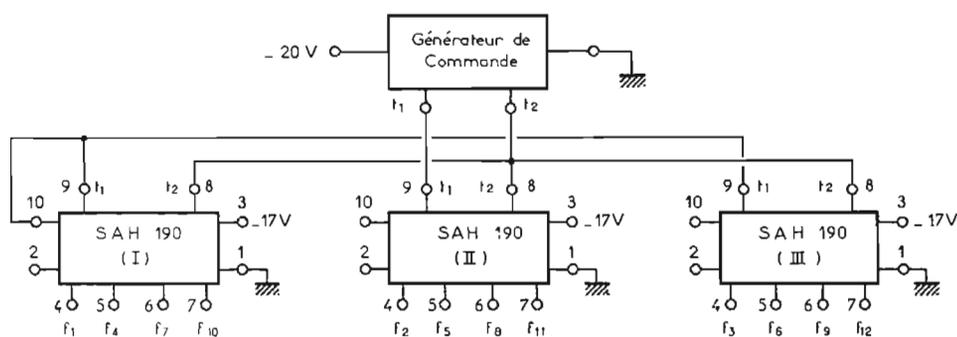
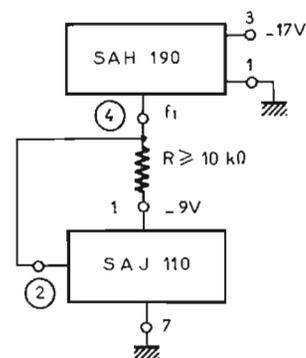
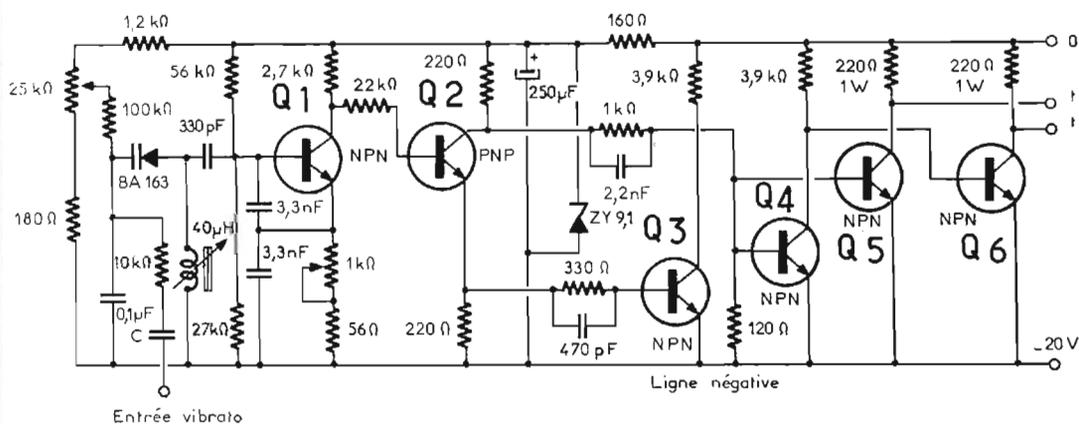

Fig. 1
Fig. 2
Fig. 3
Ce montage est donné par la figure 1. Les trois SAH190 fournissent aux points 4, 5, 6 et 7 de chacun d'entre eux, les quatre signaux de fréquences f_1, f_4, f_7 et f_{10} pour le premier, f_2, f_5, f_8 et f_{11} pour le deuxième et f_3, f_6, f_9 et f_{12} pour le troisième. Les fréquences f_1 à f_{12} sont celles des sons de la gamme. Les 12 points seront connectés aux douze SAJ110 comme le montre la figure 2 en prenant comme exemple la sortie du SAH190 (1) point 4 donnant un signal à la fréquence f_1 , appliqué à un des douze SAJ110.
On voit sur la figure 1 que l'on utilise à cet effet le montage dont le schéma est donné à la figure 3. Celui-ci donne deux signaux aux sorties t_1 et t_2 . Ce montage permet également l'introduction du vibrato dans l'ensemble des 7×12 notes produites par cet ensemble générateur de 84 notes musicales (12×7).
Le montage de la figure 3 est nommé en allemand Taktgenerator. Considérons d'abord le transistor Q_1 qui est visiblement un oscillateur utilisant une bobine de $40 \mu\text{H}$ accordée par les capacités suivantes : du côté du transistor on trouve 330 pF en série avec $3,3 \text{ nF}$ et encore $3,3 \text{ nF}$. Ces trois capacités sont équivalentes à une capacité unique donnée par la relation :
Ces deux signaux à la fréquence élevée f , en opposition, sont alors appliqués aux trois SAH190 selon les indications de la figure 1.
Le montage de la figure 1 des SAH190 permet de diviser par 352 la fréquence du générateur de commande à la fréquence f . On a donc $f/f_1 = 352$ et, par conséquent $f = 352 f_1$.
Si f_1 est donnée, on peut accorder le montage de commande (Fig. 3) sur la fréquence 352 f_1 . Exemple : $f_1 = 4000 \text{ Hz}$, $f = 352 \cdot 4000 \text{ Hz} = 1,408 \text{ MHz}$.
Pratiquement avec cet ensemble, si l'on accorde une seule note, par exemple celle qui correspond à f_1 à sa hauteur exacte, toutes les autres notes seront accordées, de ce fait, sur leurs fréquences respectives. Remarquons sur le montage de la figure 3 une diode stabilisatrice de tension ZY91.